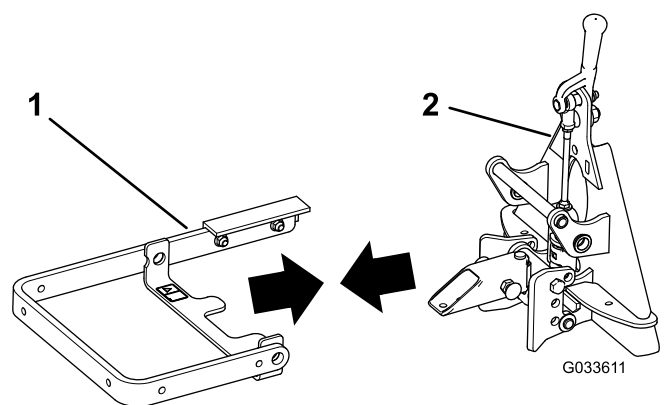

Figura 4
1. Alinhe os orifícios no braço de elevação com os orifícios do conjunto QAS (Figura 4).